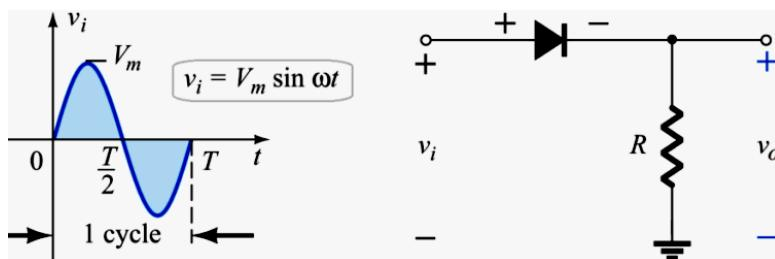
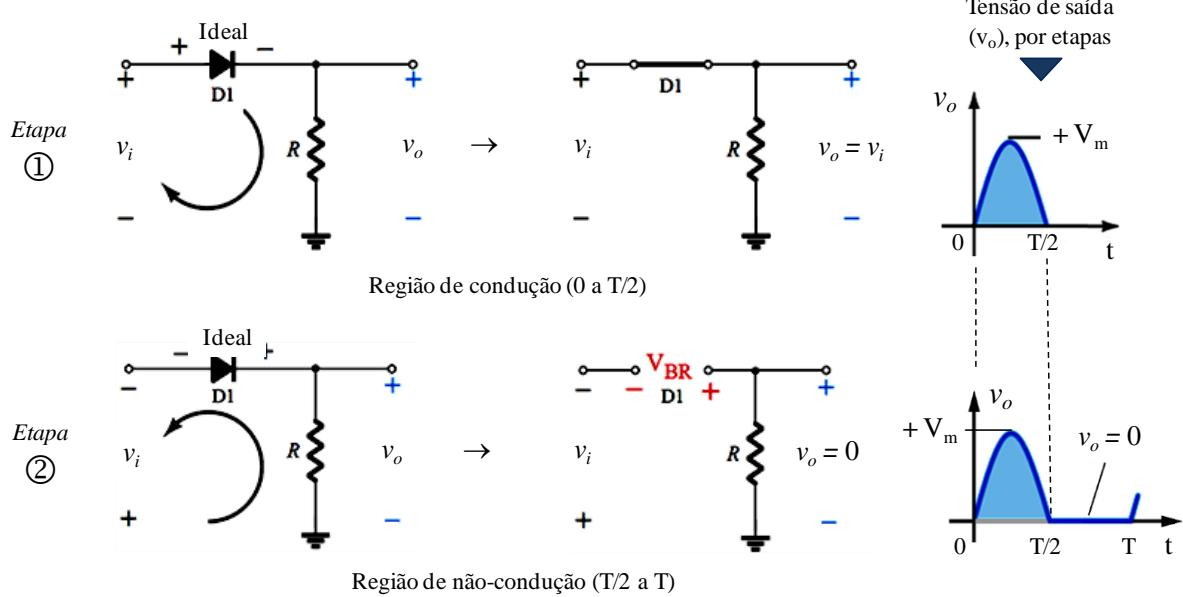
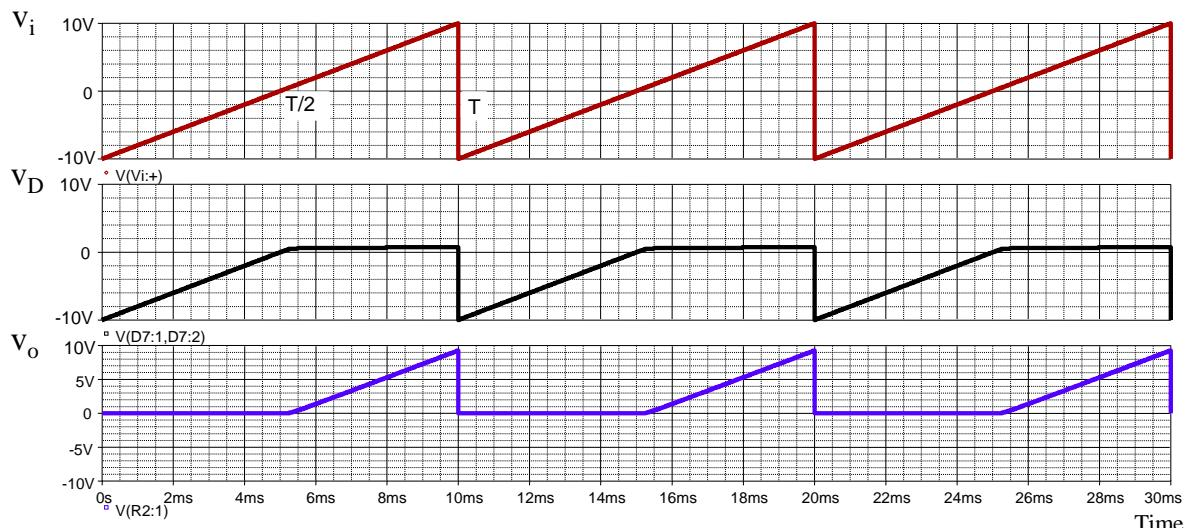
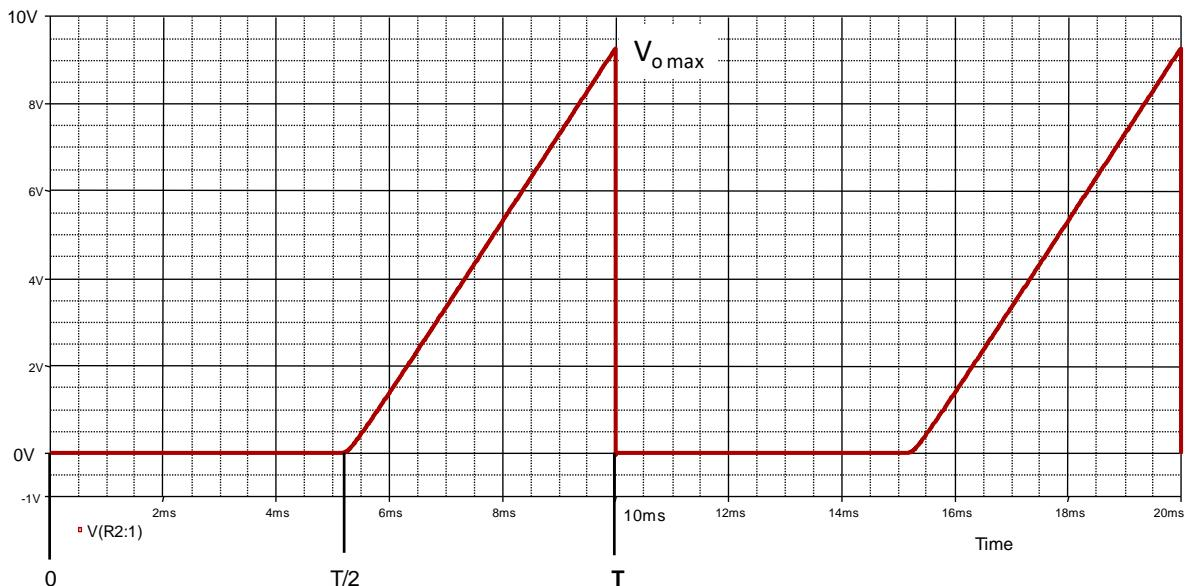

Figura 1.102 – Retificador Monofásico de meia-onda (Boylestad e Nashelsky, 2004).
Figura 1.103 – Formas de onda de entrada e saída para um retificador M. O. (Boylestad e Nashelsky, 2004).
Figura 1.106 – Formas de onda do retificador M. O. do Exemplo 18.
Figura 1.107 – Tensão de saída para um sinal de entrada triangular.
A Figura 1.102 mostra a mais simples de suas topologias, onde a tensão de entrada é obtida diretamente da rede elétrica monofásica, por exemplo, em 127 VRMS. As formas de onda na carga (resistiva) são apresentadas na Figura 1.103, onde o diodo é ideal. A forma de onda da tensão na carga resistiva ocorre somente em meio ciclo (período de condução do diodo).
► **Exemplo 18** - Seja o circuito retificador da Figura 1.102, com um sinal de entrada  $v_i(t)$  triangular (Figura 1.106, simulação com o software PSpice). Calcular o valor médio da tensão na carga, utilizando o método do cálculo da área. Considerar o diodo de Silício ( $V_F = 0,7 \text{ V}$ ).
*Solução:* utilizando a relação  $V_{med} = \text{Área de } f(t) / \text{Período (T)}$  e definindo, por aproximação, a tensão na saída uma rampa ocorrendo de  $T/2$  a  $T$ , tem-se a terceira forma da onda da Figura 1.106 representada isoladamente na Figura 1.107, onde  $V_{o max} = V_m$ .